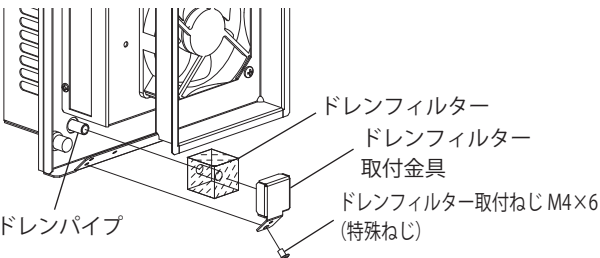

図 11 ドレンフィルター取付方法
- 2. 付属のL型レンチによりドレンフィルター取付ねじ(特殊ねじ)を外し、ドレンフィルター取付金具を外してください。(図 11)